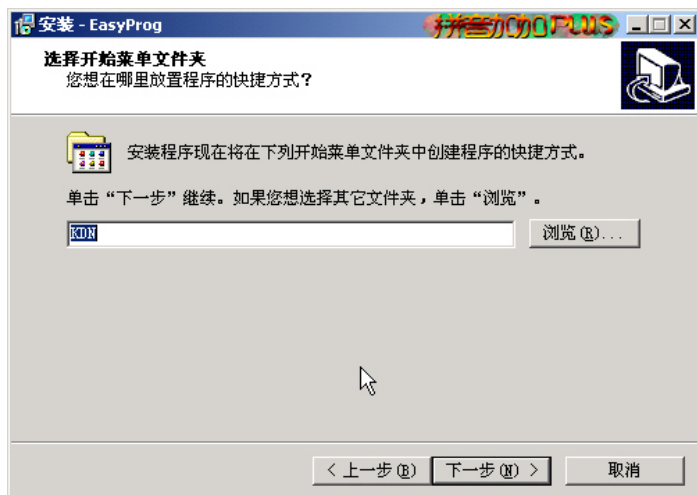

图 2-3
- ② 单击 [下一步], 将确认在【开始】菜单中生成的快捷方式文件夹名称, 默认为“KDN”。如图 2-3: